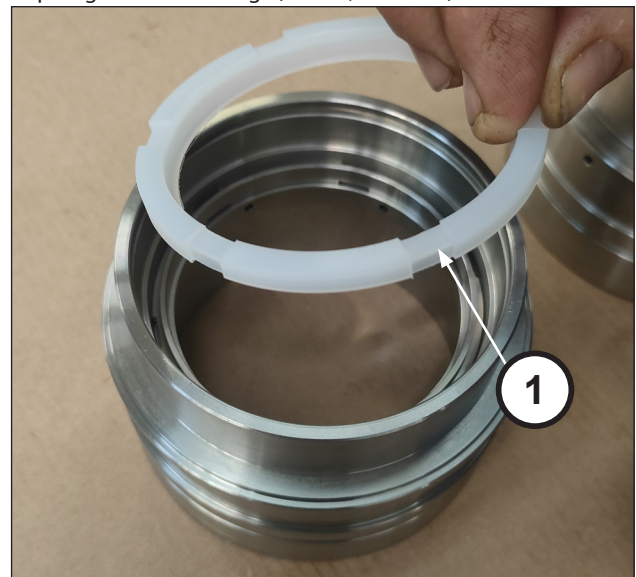
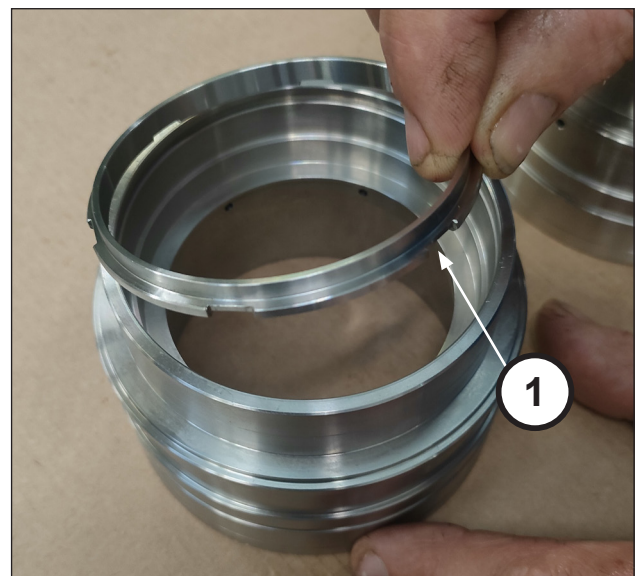

Abb. 146
Abb. 147
Entnehmen Sie den Abstreifring (Pos. ①, Abb. 146) und den Kopring des Abstreifrings (Pos. ①, Abb. 147).